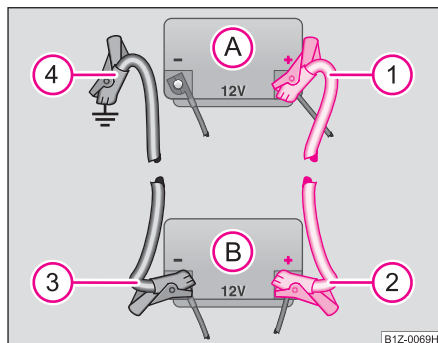

Fig. 207 Ayuda de arranque con la batería de otro vehículo: A - batería descargada del vehículo, B - batería auxiliar
- Sujetar un extremo al polo positivo ① ⇒ fig. 207 de la batería descargada (A).
- Sujetar el otro extremo al polo positivo ② de la batería auxiliar (B).